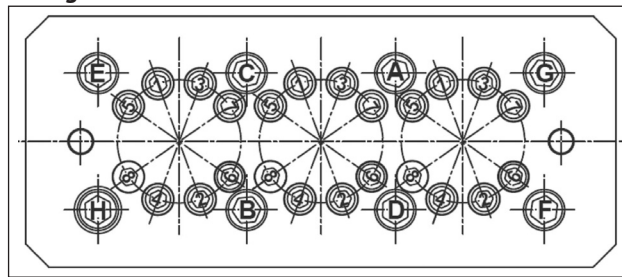

Fig. 51
- ** Les vis de fixation de la tête doivent être serrées en respectant les phases et l'ordre indiqué sur le schéma Fig. 51.
- *** Les vis de fixation des chemises doivent être serrées en respectant les phases et l'ordre indiqué sur le schéma Fig. 51.